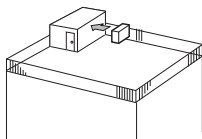

Fig. 2-2
- ① Rett luftslippet mot nærmeste tilgjengelige vegg, hold en avstand på omtrent 35 cm. (Fig. 2-2)